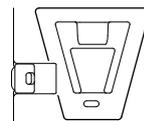

図 4
- ・カメラモジュールのVエッジが下がっていると、結合できません。（図 3）カメラモジュールのレコーディングモジュールリリースレバーを、押し下げてください。Vエッジが上がります。（図 4）